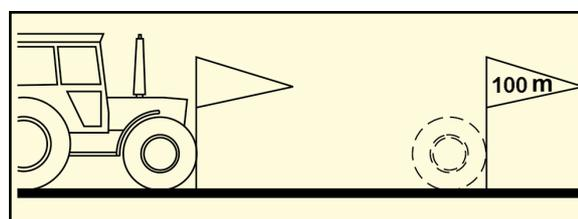

Fig. 33
1. Sur le champ, mesurez une distance de 100 m. Repérez le départ et l'arrivée (Fig. 33).